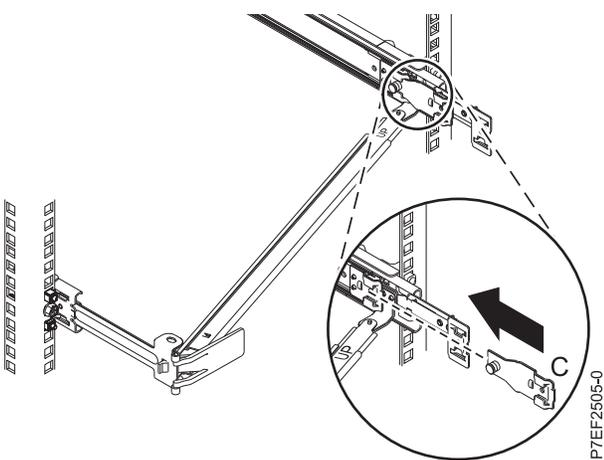

図 16. 取り付け金具をスライド・レールに取り付ける
5. 図 16 に示すように、取り付け金具 (C) を右側スライドの内側のスロットに接続し、バネ式のピンが所定の位置に収まるまで取り付け金具 (C) をスライド・レールに滑り込ませます。